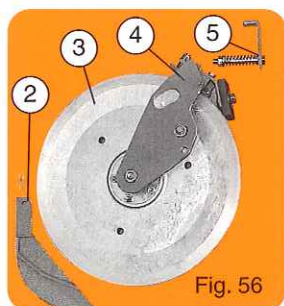

Fig. 56
- 1 pointe (2) (en version betterave seulement)
- 1 roue (3) sur son cadre (4) avec décrotoir et boulonnerie
- 1 taquet d'escamotage (5) (fig. 56).
- 1 tip (2) (in sugarbeet version only)
- 1 wheel (3) on its bracket (4) with scraper and bolts
- 1 retracting latch (5) (fig. 56)
- Schar (2) (nur für Zuckerrüben)
- Rolle (3) mit Halter (4) mit Abstreifer und Schrauben
- Arretierungslasche (5) - Fig. 56